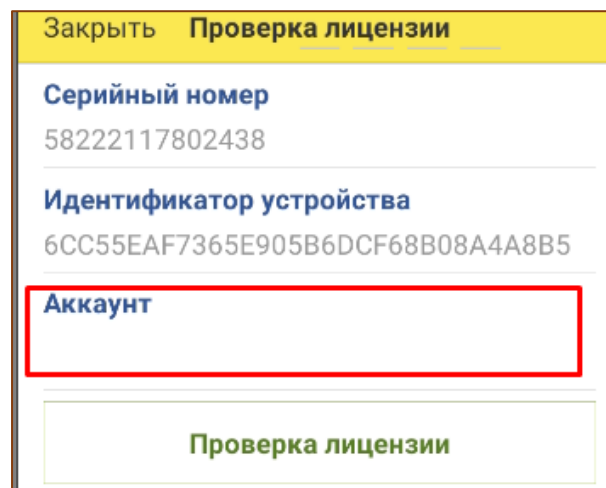

Рис. 5.20 – Ввод ключа
2. Ввести ключ лицензии в поле «Аккаунт». Как правило, это ИНН организации, оплатившей лицензию. Проверить, чтобы не было лишнего пробела (Рис. 5.20);